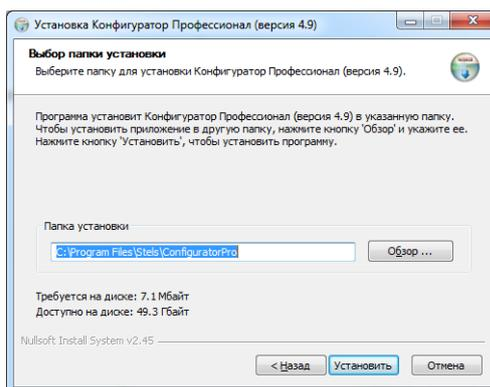

Рис. 5.3. Окно *Выбор папки установки*
5. В следующем окне укажите папку установки и нажмите кнопку **УСТАНОВИТЬ** (рис. 5.3).